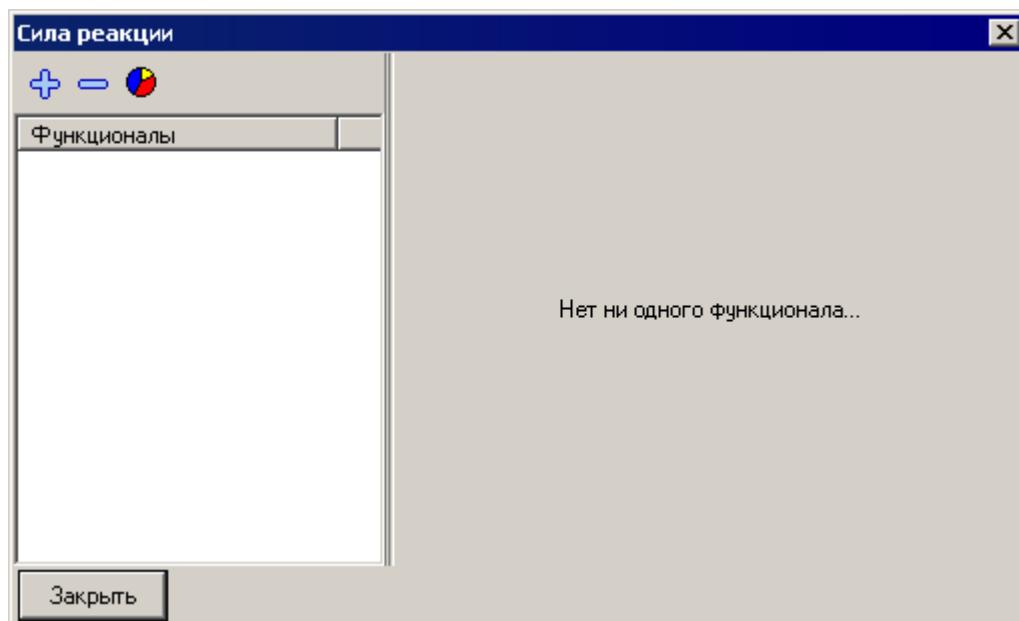

Рис. 5.14. Окно описания функционалов
5. Дважды щелкните левой кнопкой мыши на узле **Сила реакции** в дереве критериев или выберите пункт меню **Редактировать функционал** в контекстном меню. Откроется новое окно, см. рис. 5.14.